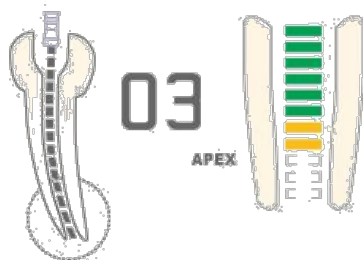

Рисунок 21
- 4.6.4 Повесьте загубник на губу, убедитесь, что он касается слизистой оболочки полости рта (см. Рисунок 21).